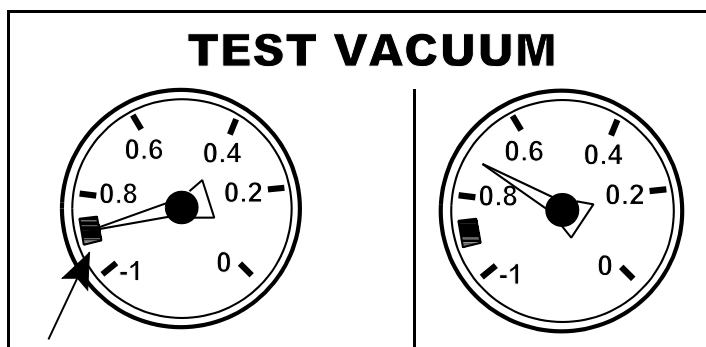

Abb. 9
- ▶ Das Kühlsystem bleibt 30 Sekunden unter Vakuum. Reduziert sich das Vakuum, weist dies auf ein Leck im Kühlsystem hin - Anzeige des Vakuummeters beobachten. (Abb. 9)